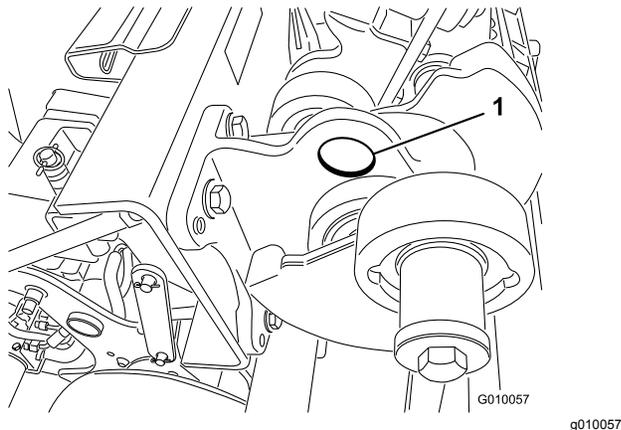

Figura 43
**Nota:** Se houver, pode ser utilizada uma ponte para levantar a parte de trás da máquina. Utilize os olhais das caixas de rolamentos da cabeça de perfuração como pontos de ligação da ponte (Figura 43).